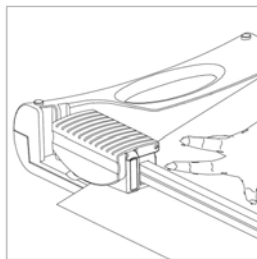

Figura 4
- 2 Acerque el cabezal cortador a un lado del riel de guía (figura 4).